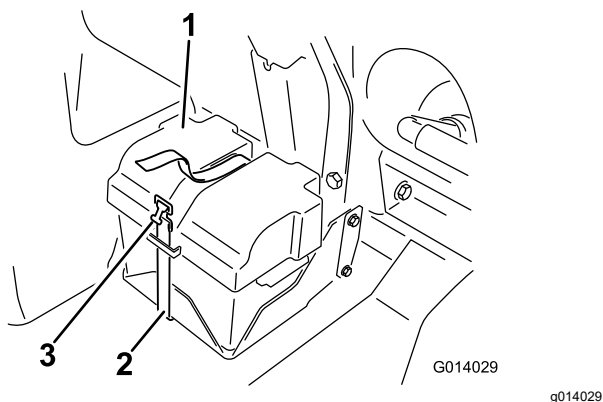

図 91
2. バッテリーについているカバーを外し、バッテリーのマイナス黒端子からケーブルを外す 図 91。
4. バッテリーカバーを取り付け、先ほど取り外したストラップで固定する 図 91。